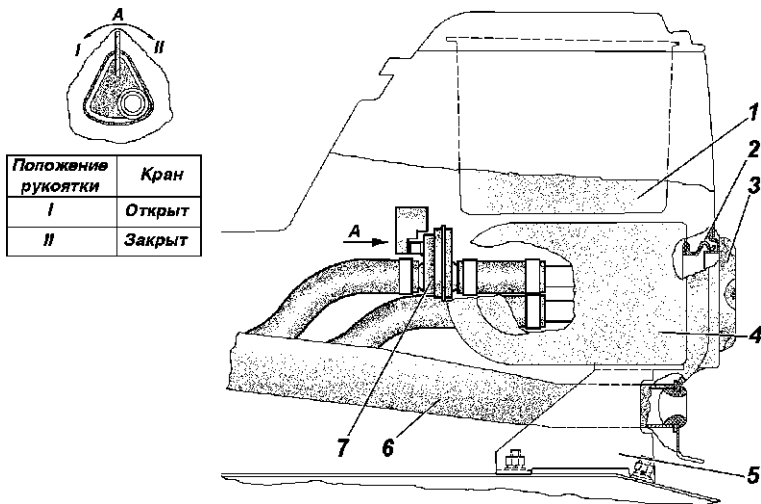

Рис. 3.9. Дополнительный отопитель:
-откройте кран 7 (рис. 3.9) дополнительного отопителя, расположенный внутри напольного контейнера, предварительно вынув корпус 1 вещевого ящика;